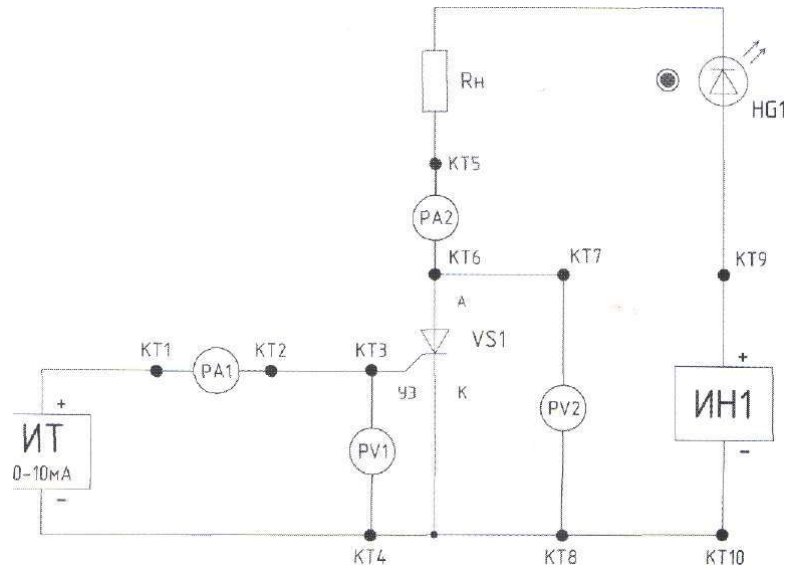

Рис. 4.5. Схема модуля «Тиристор» с подключенными измерительными приборами
- 1.1 Зарисуйте схему для получения анодной характеристики тиристора (см. рис. 4.5).